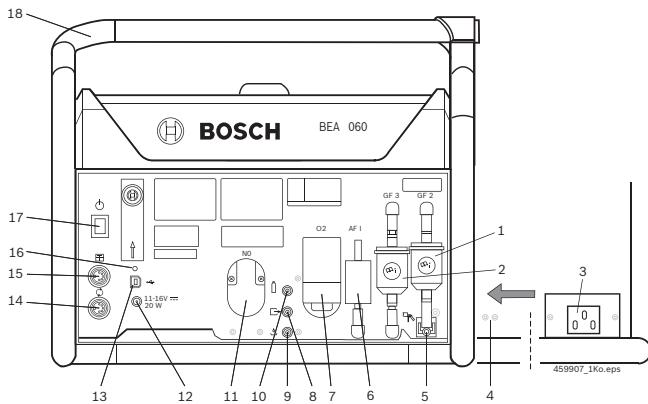

Fig. 1: BEA 060
! BEA 060 kan også forsynes med spænding via køretøjsbatteriet med tilslutningskablet til cigarettaender (ekstraudstyr) (mht. tilslutning, se fig. 1, pos. 12).
- Tilkobl strømkablet ved BEA 060 og fastgør strømkablet med kabelbindere til trækaflastning ved boringerne (fig. 1, pos. 4).
→ LED (fig. 1, pos. 16) blinker skiftevis orange og grønt.
→ LED (fig. 1, pos. 16) slukker, BEA 060 er slukket.